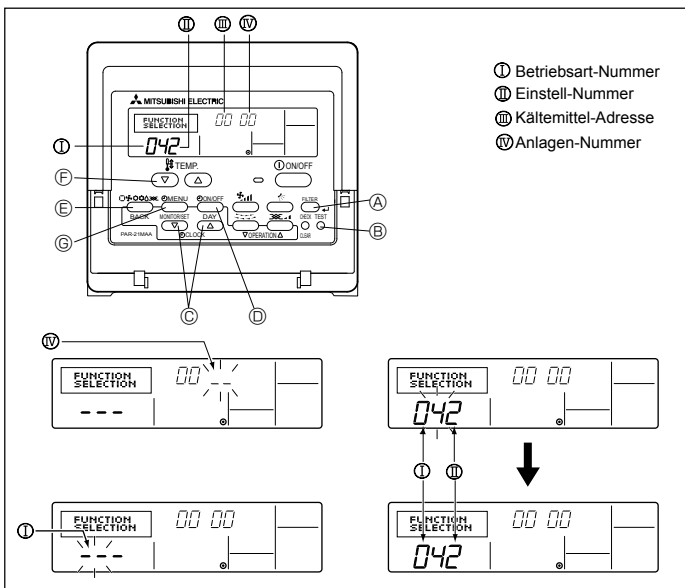

Fig. 6-9
1) Für die verdrahtete Fernbedienung (Fig. 6-9)